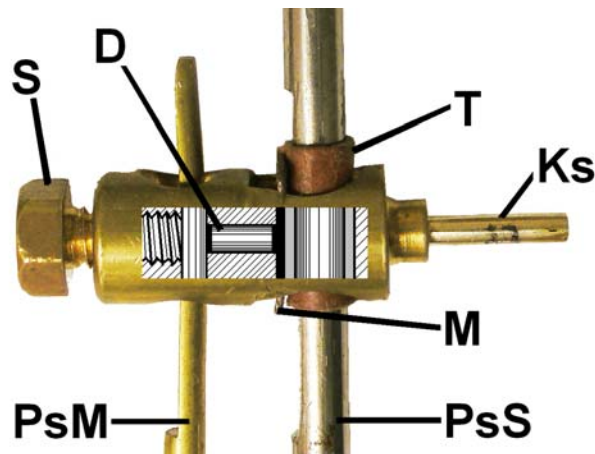

Abbildung 11
- Der Kontaktstift **Ks** (Abb. 11) muss eine leitende Verbindung zur hinteren Pendelstange aus Messing **PsM** haben. Zur vorderen muss er isoliert sein. Dazu ist vorne ein Isolierstück **T** um die Pendelstange aus Stahl **PsS** gelegt. Ein kurzes Distanzstück aus Draht **D** überträgt den Druck der Schraube **S** auf die Pendelstange aus Stahl **PsS**, es geht leicht verloren! **M** ist eine Stahl- oder Messingplatte, die den Druck der Schraube **S** über **D** auf eine größere Fläche verteilt, um Beschädigungen des Isolierstücks **T** zu vermeiden.